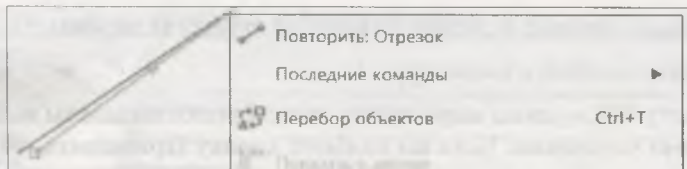

Рис. 9.7. Контекстное меню с пунктом **Перебор объектов**
- ◆ наведите "ловушку" на выделенную линию и щелкните ПК мыши. Система вывела контекстное меню (рис. 9.7);